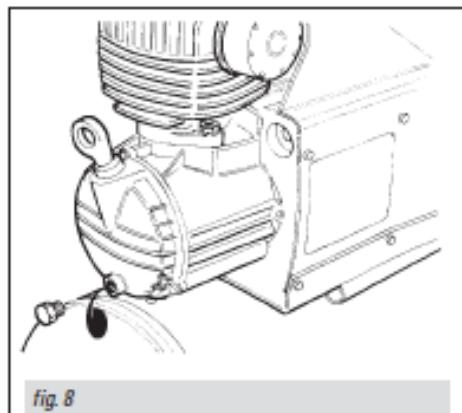

fig. 8
- **Cambio del aceite (fig. 8)**